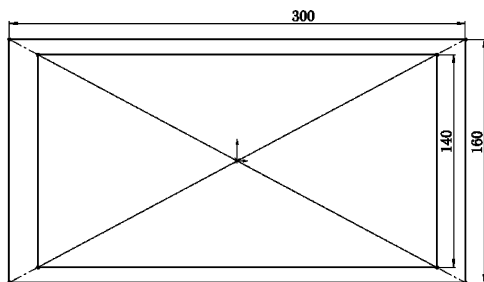

图 12-10 绘制矩形
① 启动 SolidWorks 2012，单击“标准”工具栏中的“新建”按钮，或执行“文件”→“新建”菜单命令，在弹出的“新建 SolidWorks 文件”对话框中单击“零件”按钮，然后单击“确定”按钮，创建一个新的零件文件。
② 设置基准面。在左侧“FeatureManager 设计树”中选择“前视基准面”，然后单击“标准视图”工具栏中的“正视图”按钮，将该基准面作为绘制图形的基准面。单击“草图”工具栏中的“草图绘制”按钮，进入草图绘制状态。
③ 绘制矩形。单击“草图”工具栏中的“中心矩形”按钮，或执行“工具”→“草图绘制实体”→“中心矩形”菜单命令，在绘图区域以原点为中心绘制两个矩形，并标注智能尺寸，如图 12-10 所示，单击“退出草图”按钮。